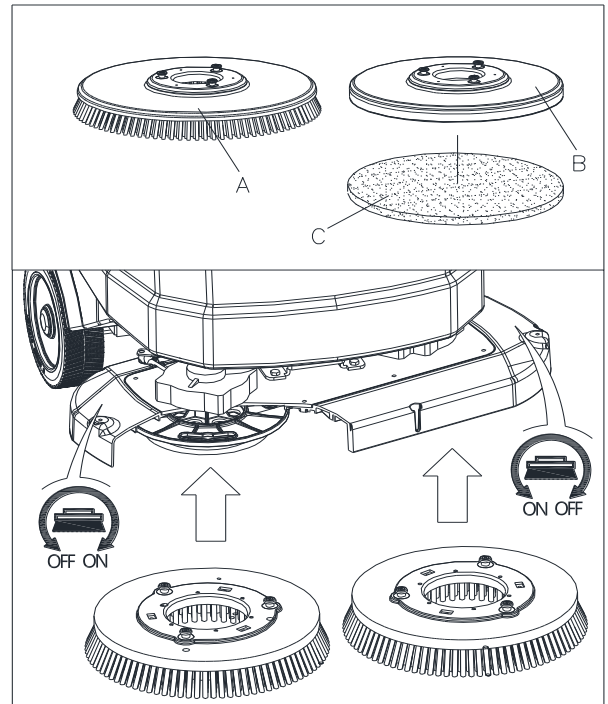

Рис. 9
Установите щетку (А, Рис. 9) или подкладку (В и С, Рис. 9) в соответствии с типом пола для уборки.
2. Переведите регулятор скорости (48) в положение холостого хода, повернув его против часовой стрелки.
3. Разместите щетки (А, Рис. 9) или пэд (В) под декой.